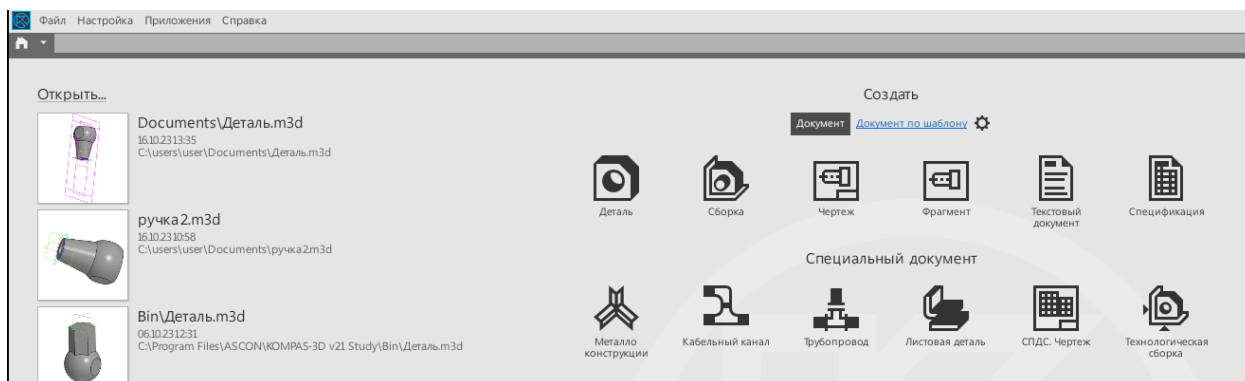

Рис.2. Меню САПР «Компас 3D»
1. В САПР Компас 3D –v21 учебная версия создать документ «Деталь» рис.2 ,